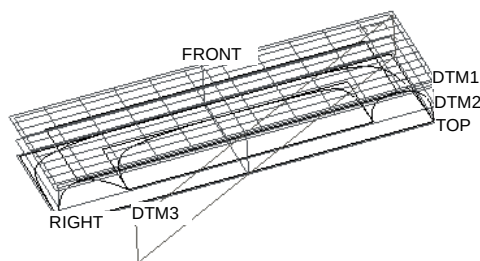
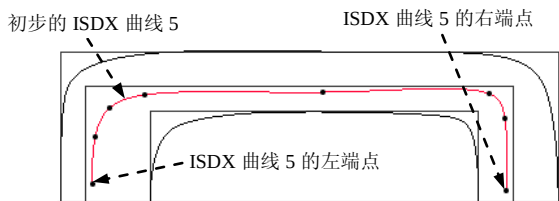
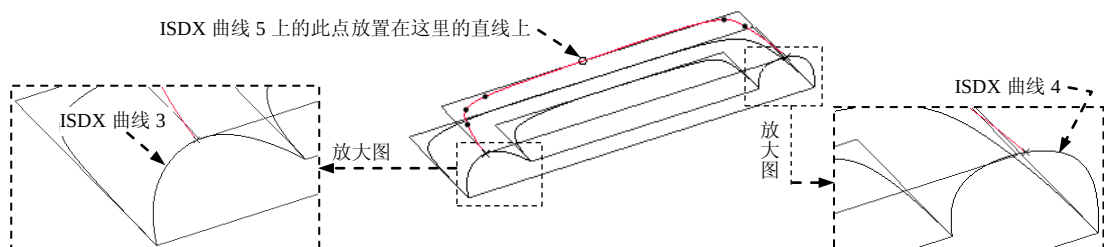

图 8.8.42 选择 DTM1 为活动平面
图 8.8.43 创建初步的 ISDX 曲线 5
图 8.8.44 对齐各端点
(1) 单击 **样式** 功能选项卡 **平面** 区域中的“设置活动平面”按钮 ，选择 DTM1 基准平面为活动平面，此时模型如图 8.8.42 所示。
(2) 单击  按钮，选择 Course_v1 视图。
(3) 创建初步的 ISDX 曲线 5。单击 **样式** 功能选项卡 **曲线** 区域中的“曲线”按钮 。在操控板中的  按钮。绘制图 8.8.43 所示的初步的 ISDX 曲线 5，然后单击操控板中的  按钮。
(4) 编辑初步的 ISDX 曲线 5。
① 单击 **样式** 功能选项卡 **曲线** 区域中的“曲线编辑”按钮 。选取图 8.8.43 中初步的 ISDX 曲线 5。
② 单击  按钮，选择 Course_v2 视图。
③ 按住 Shift 键, 将 ISDX 曲线 5 的左端点放置在 ISDX 曲线 3 上, 该端点将变成小叉“×”; 将 ISDX 曲线 5 的右端点放置在 ISDX 曲线 4 上, 该端点将变成小叉“×”; 将左起第五个点放置在图 8.8.44 所示的直线上, 该点将变成小圆圈“○”。